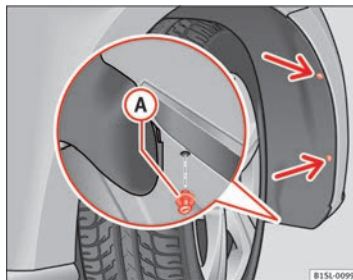
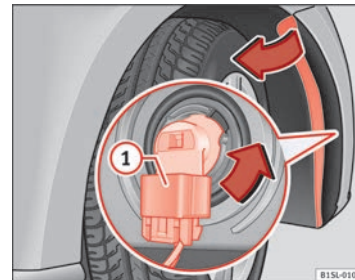

Abb. 151 Im Radhaus vorn rechts: Befestigungsschrauben (Pfeile) herausdrehen und Spreizniet (A) entfernen.
Abb. 152 Glühlampe im Scheinwerfer auswechseln.
2. 2 Befestigungsschrauben der Radhausverkleidung ⇒ Abb. 151 (Pfeile) mit dem Schraubendreher aus dem Bordwerkzeug herausdrehen ⇒ Seite 254.
3. Spreizniet vorn unten an der Radhausverkleidung (A) mit dem Schraubendreher aus dem Bordwerkzeug herausdrehen und vollständig entnehmen ⇒ Seite 254.
5. Anschlussstecker  $\Rightarrow$  Abb. 152 ① entriegeln und abziehen.
6. Lampenhalter  $\Rightarrow$  Abb. 152 in Pfeilrichtung bis zum Anschlag **entgegen dem Uhrzeigersinn** drehen und mit der Glühlampe nach hinten herausziehen.
9. Anschlussstecker ① auf den Lampenhalter stecken. Der Anschlussstecker muss hörbar einrasten.
11. Spreizniet in die Radhausverkleidung und den Stoßfänger einsetzen und vollständig hineindrücken  $\Rightarrow$  Abb. 151 ②.
12. Die 2 Befestigungsschrauben  $\Rightarrow$  Abb. 151 (Pfeile) mit dem Schraubendreher festdrehen. ■